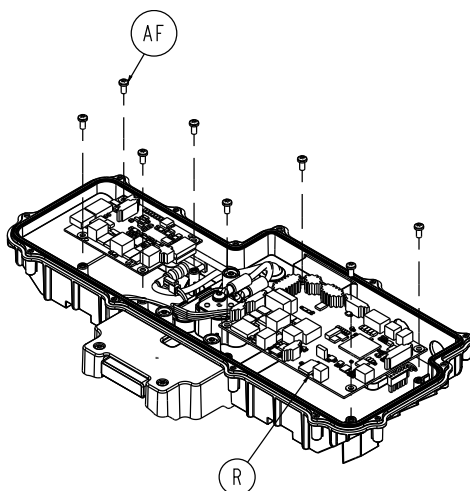

Figure 76 – Retrait des vis de la carte FEIB
11. À l'aide d'une clé Torx T20, retirer les quatre vis de taraudage à tête cylindrique (AF) qui fixent la carte FEIB de la civière (R) au boîtier FEIB inférieur (Figure 76). Conserver les vis.